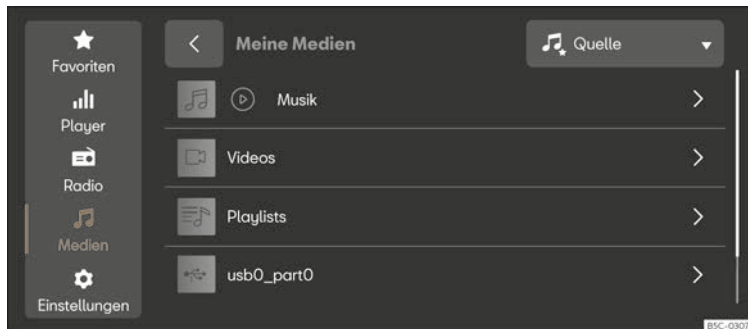

Abb. 182 Schematische Darstellung: Ansicht Medien.
- Drücken Sie **MENÜ** > > >>> (Abb. 182).